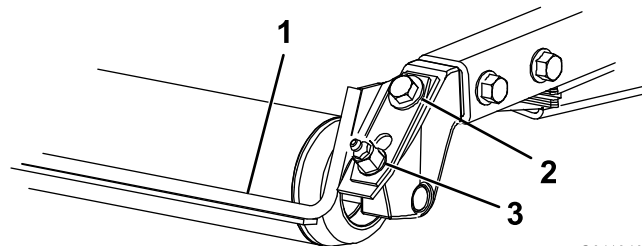

Figura 14
1. Afloje el engrasador y el tornillo de montaje (Figura 14).